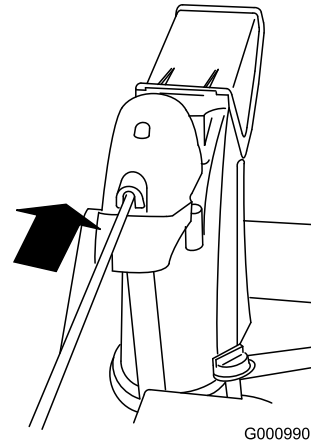

Bild 10
4. Setzen Sie das vordere Ende des Einstellgestänges in die Öffnung hinten an der Getriebeabdeckung des Auswurfkanals, bis es in das Auswurfkanalgetriebe gleitet (Bild 10).